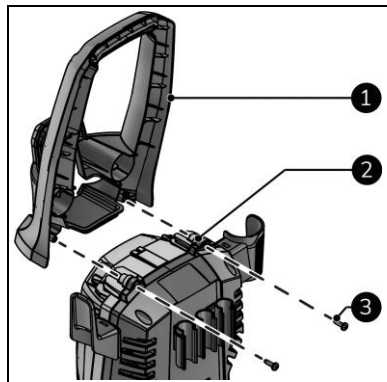

Abbildung 7
1. Befestigen Sie den Griff (Abbildung 7, Pos. 1) am Hauptkörper (Abbildung 7, Pos. 2) mit den Schneidschrauben (Abbildung 7, Pos. 3).